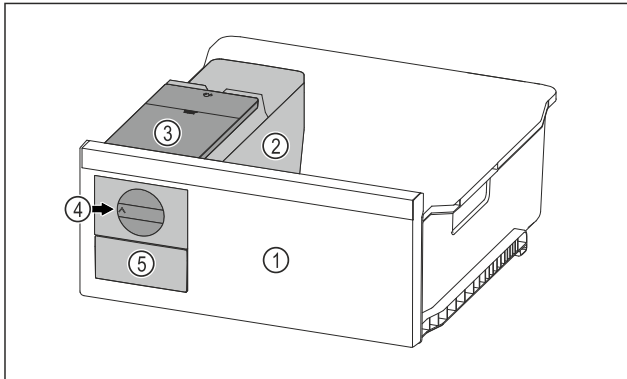

Fig. 68 Beispielhafte Darstellung
- ▶ Drehknopf Fig. 68 (4) im Uhrzeigersinn bis zum Anschlag drehen.
- ▷ Eiswürfel fallen aus der Eiswürfelschale in das Eiswürfelschubfach Fig. 68 (5).